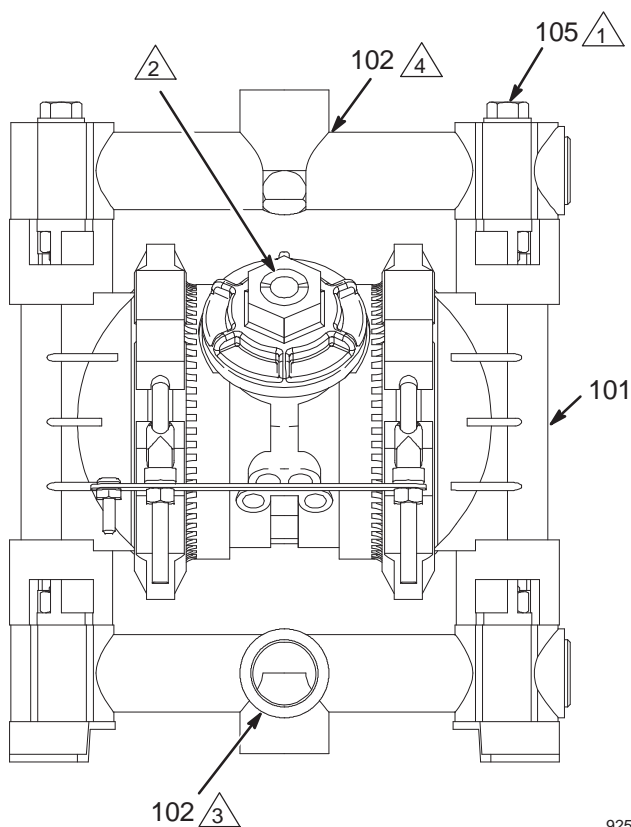

Fig. 4
- Pumpens vätskeinlopp är en 3/4 NPT (inv). Se FIG. 4. Skruva in kopplingen i pumpinloppet ordentligt. **Dra inte åt för hårt.**
- Använd elektriskt ledande vätskeslangar (L). Se till att ledningarna är ordentligt fästa hela vägen från den jordade pumpen till lagringstanken för spillolja.
- Pumpens vätskeinlopp är en 3/4 NPT (inv). Se FIG. 4. Skruva in vätskekopplingen i pumputloppet ordentligt. **Dra inte åt för hårt.**
- Montera en dräneringsventil (C) nära vätskeutloppet. Se ovanstående **VARNING**.
Ändring av riktning på fördelningsrör för vätskeintag och -utlopp (102) om så önskas. Modell 241906 levereras med vätskeinloppets fördelningsrör riktat mot luftinloppet och vätskeutloppets fördelningsrör riktat bort från luftintaget. Se FIG. 4.
1. Skruva bort bultarna (105) som fäster fördelningsröret (102) på kåporna (101). Spara fästelementen.
2. Vrid fördelningsröret till önskat läge och montera tillbaka fästelementen. Dra åt fördelningsrörbultarna (105) till moment 9 till 10 Nm (80 till 90 in-lb). Se avsnittet **Ättningssekvens** på sidan 22.